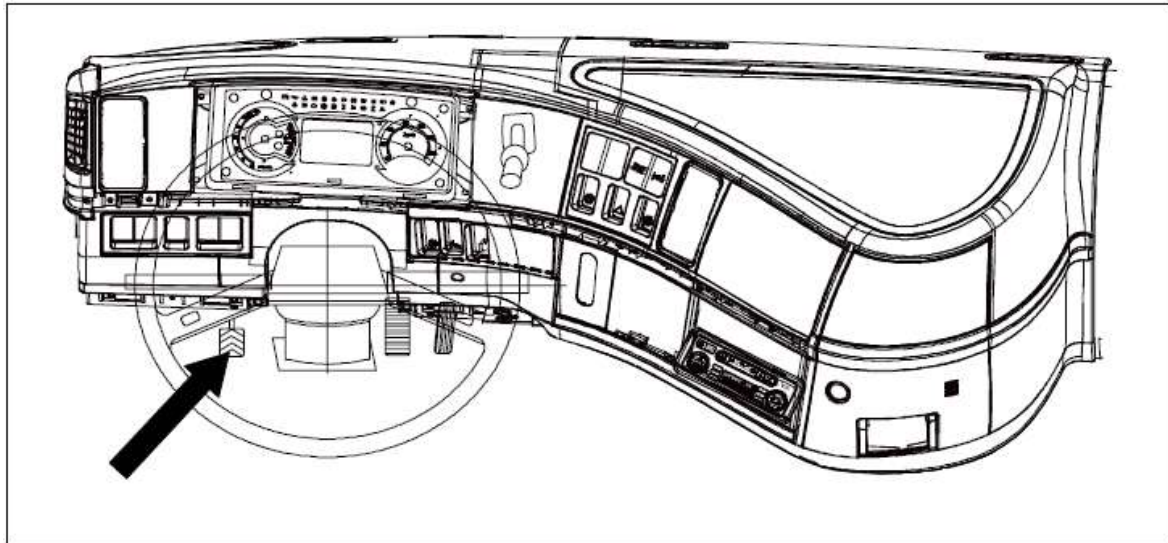

Fig.4-16 Localização do pedal de
1. Pressione o pedal da embreagem, como mostrado na Fig.4-16 completamente para liberar a embreagem.